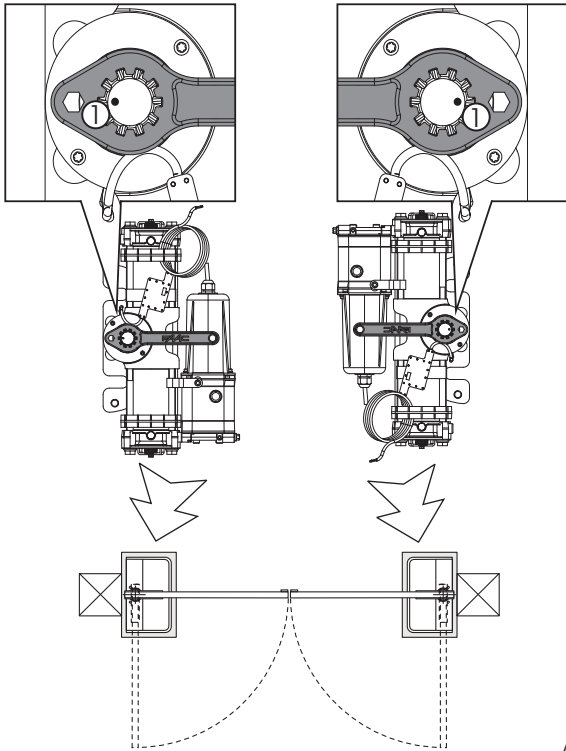

Abb.6
- 6) Ohne das Ritzel zu bewegen, den mitgelieferten Schlüssel am Antrieb einsetzen (die Position des Körners am Ritzel Abb. 6, ①), überprüfen und eventuell das Ritzel drehen, um die Position zu korrigieren (wichtig zur richtigen Kupplung Ritzel-Nutbuchse bei der Montage).